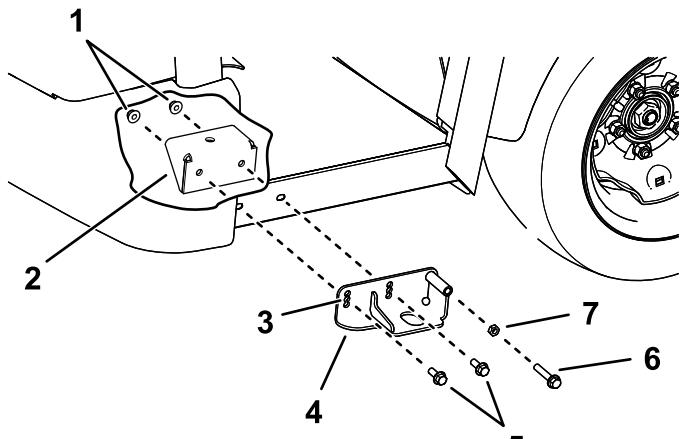

図 26
3. 左右の取り付けアセンブリを、キャブ前部取り付けブラケットに取り付ける左右それぞれに六角フランジヘッドボルト $\frac{3}{8}$ x 1"2 本、フランジナット $\frac{3}{8}$ "2個を使用する図 26。
5. 機体の左右で、左側取り付けアセンブリと右側取り付けアセンブリにアジャスタボルト $\frac{3}{8}$ x 2"と六角ナット $\frac{3}{8}$ "を取り付ける図 26。
微調整はアジャスタボルト図 26で行う。